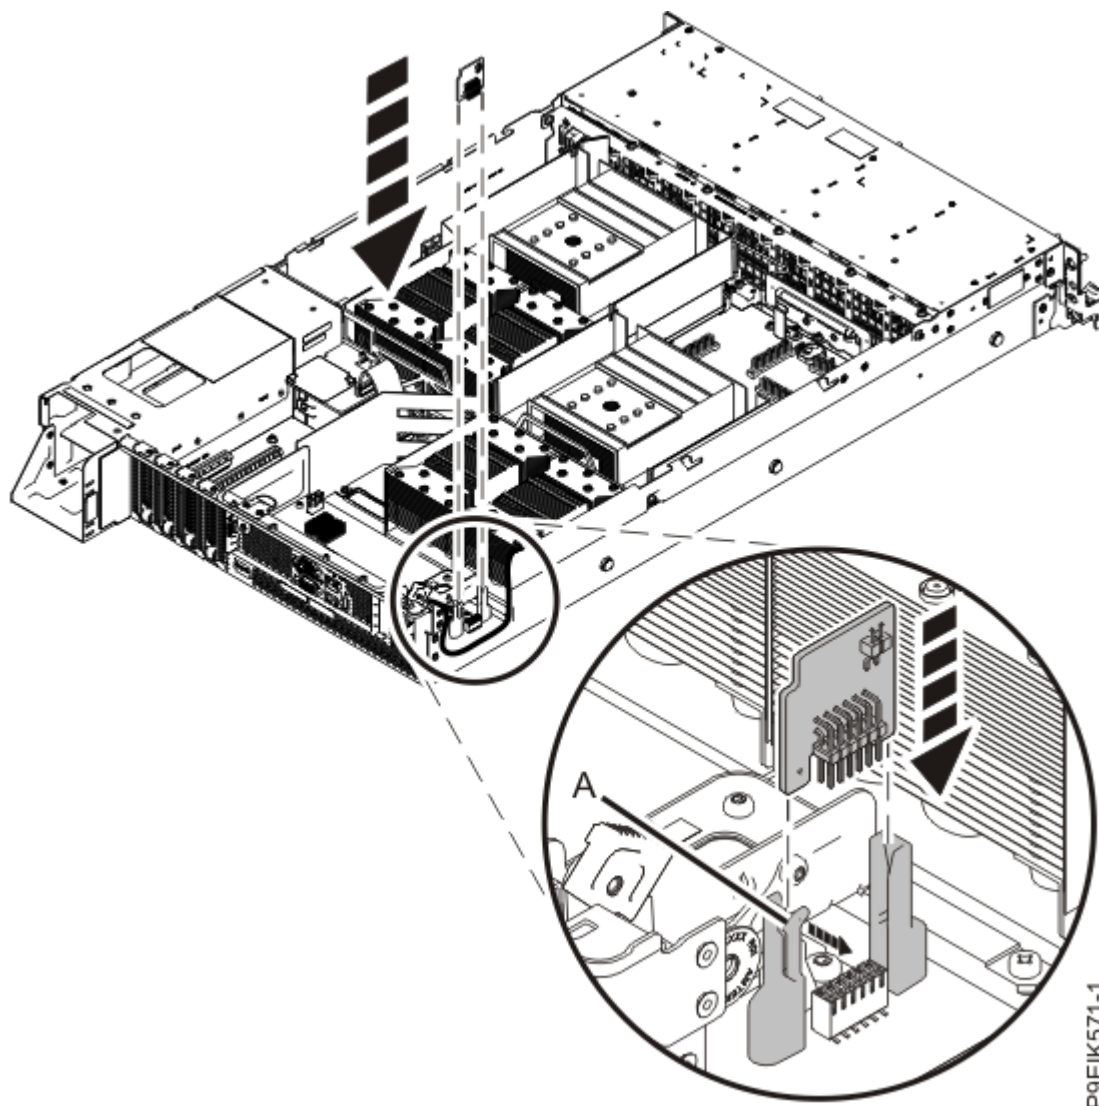

図 98. Trusted Platform Module の取り替え
2. Trusted Platform Module をプラスチック製のガイドの位置に合わせてシステム・バックプレーンにまっすぐに差し込み (120 ページの図 98 を参照)、Trusted Platform Module が完全に装着されて、レバー (A) が音を立てて所定の位置に収まったことを確認します。